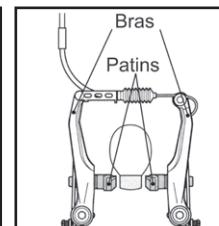

fig. 11
- **V-Brake** (fig. 11): composés par 2 bras, positionnés sur la coté du jante, liés par un câble, qui se serrent en faisant rayer les patins sur le jante.